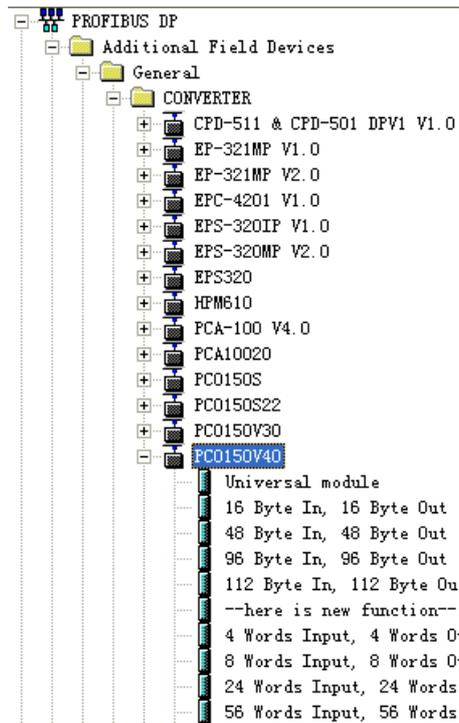

图 6
6. 您可以在这里找到您注册的设备，右侧窗口 /PROFIBUS DP/Additional Field Devices/Converter/PCO150/，如图 6 所示